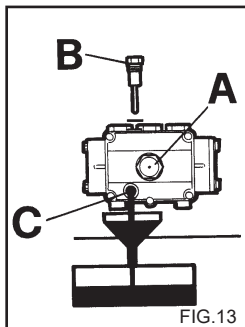

FIG.13
- 2) Svitare il tappo con l'asta di controllo livello (fig. 13).